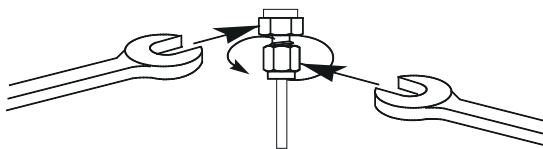

Figura 15 Serraggio finale
- 8** Per i raccordi Swagelok da 1/8", utilizzare un paio di chiavi da 7/16" per stringere il raccordo di 3/4 di giro (Figura 15). Per i raccordi da 1/4", utilizzare un paio di chiavi da 9/16" per stringere il raccordo di 1/-1/4 di giro (Figura 15).